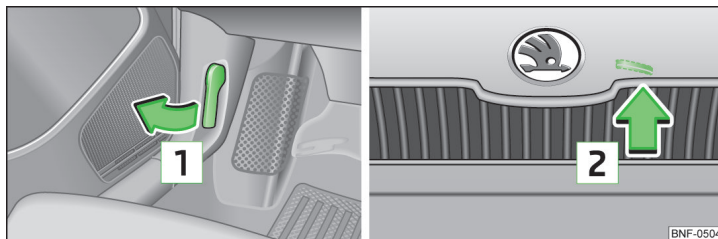

Bild 96 Låshandtag till motorhuven/låshandtag
- Dra låshandtaget under instrumentbrädan i pilens riktning **1** » bild 96.
- Tryck låshandtaget i pilens riktning **2** » bild 96, motorhuven låses upp.
Lyft aldrig upp motorhuven från låshandtaget » bild 96.